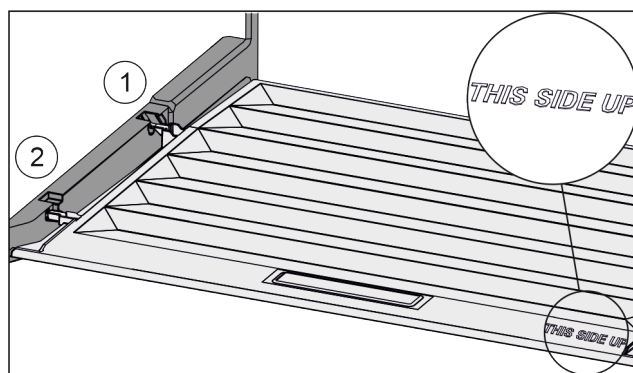

Fig. 102
- ▶ Вставити поперечні ребра через отвір заднього тримача Fig. 102 (1) і зафіксувати спереду у тримачі Fig. 102 (2).